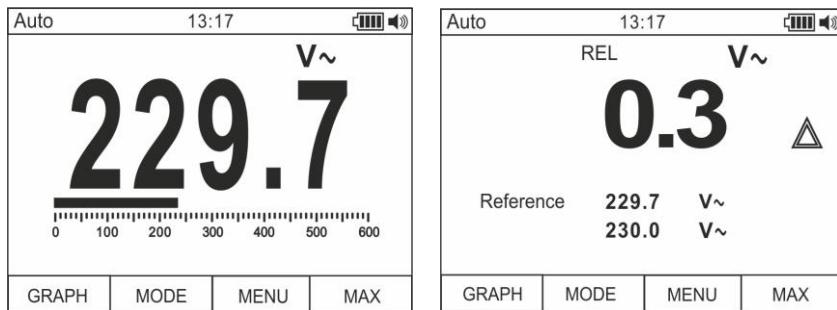

Fig. 5: Medição Relativa
- Premir durante algum tempo o botão **HOLD/REL** para entrar na medição Relativa (ver Fig. 5 – parte direita). A mensagem “REL” e o símbolo “Δ” aparecem no display.